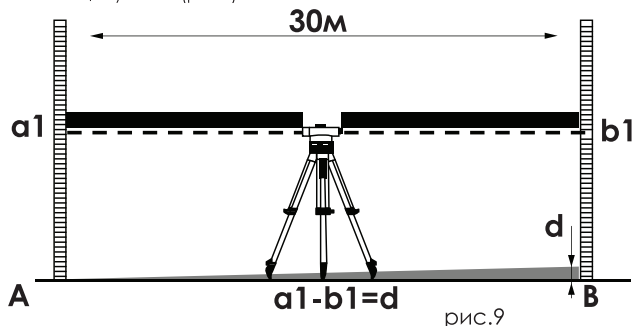

рис.9
2.1. Для проверки Вам понадобится измерительный участок длиной около 30м. Установите измерительный инструмент по центру, а нивелирные рейки А и В – на обоих концах участка (рис.9).